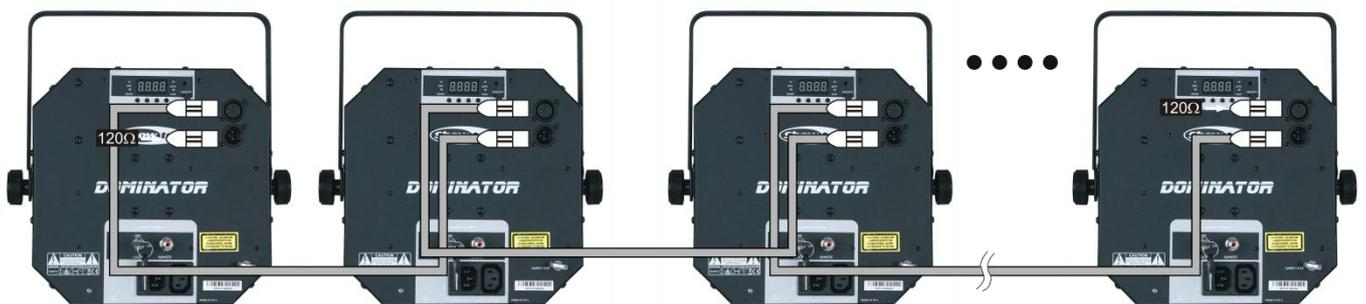

Fig. 3
4. Raccordez les unités entre elles (Fig. 3), puis connectez un câble DMX entre la prise DMX « out » de la première unité. Répétez cette opération pour raccorder la seconde, la troisième et la quatrième unité.